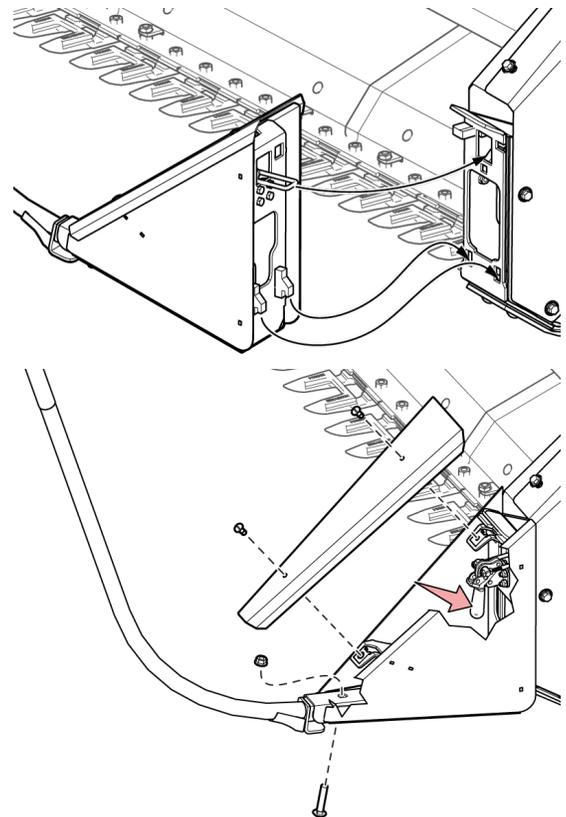

Fig. 41 - Divisore di raccolti
Assicurarsi che i divisori dei raccolti siano installati correttamente e liberi da accumuli di materiale. (See Fig. 41 a pagina 36)
- Assicurarsi che i divisori dei raccolti siano installati correttamente e liberi da accumuli di materiale. (Vedi Fig. 41 a pagina 36)